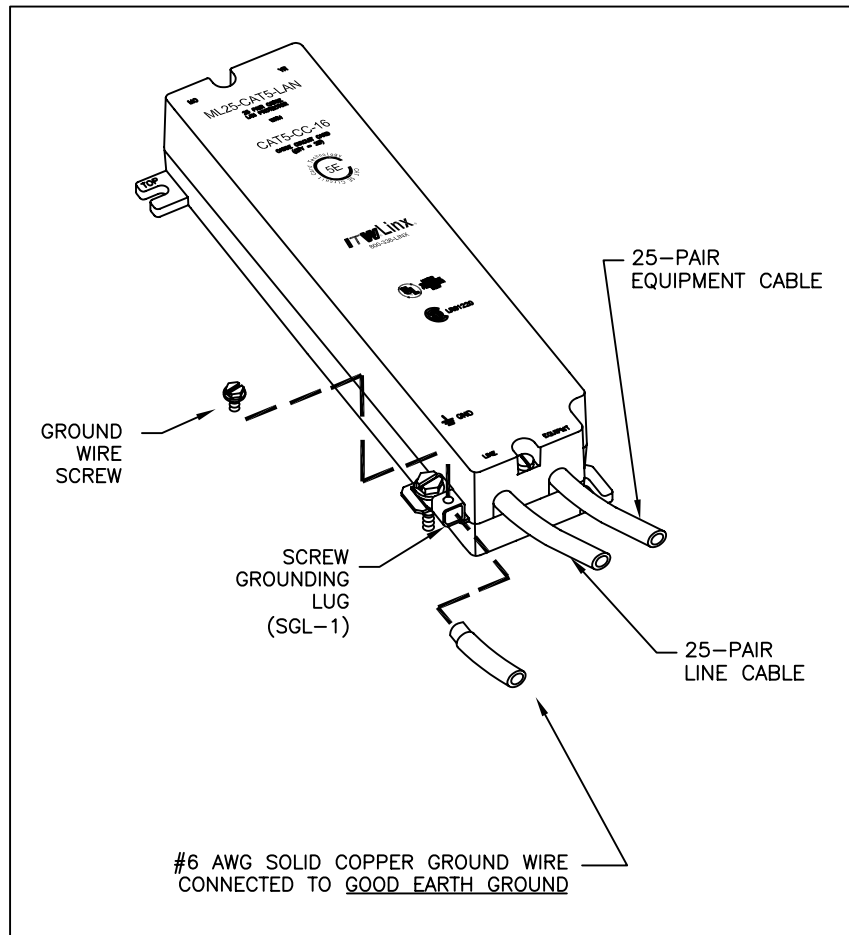

FIG. 3
8. ATTACH AWG #6 SOLID COPPER GROUND WIRE TO THE PROVIDED SCREW GROUNDING LUG (SGL-1) USING THE PROVIDED GROUND WIRE SCREW. CONFIRM THAT THE GROUND WIRE IS CONNECTED TO A GOOD EARTH GROUND ON THE OTHER END (FIG. 3).